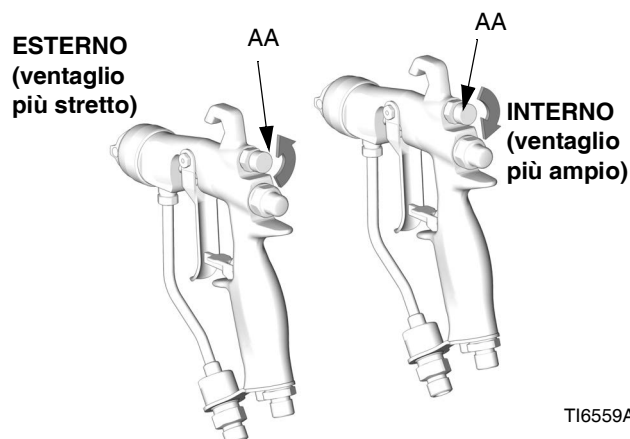

Fig. 6. Manopola dell'aria per il ventaglio
1. Vedere FIG. 6. Chiudere l'aria di regolazione del ventaglio ruotando completamente la manopola (AA) in senso orario (verso l'interno). In questo modo la pistola viene impostata su una distribuzione più ampia.